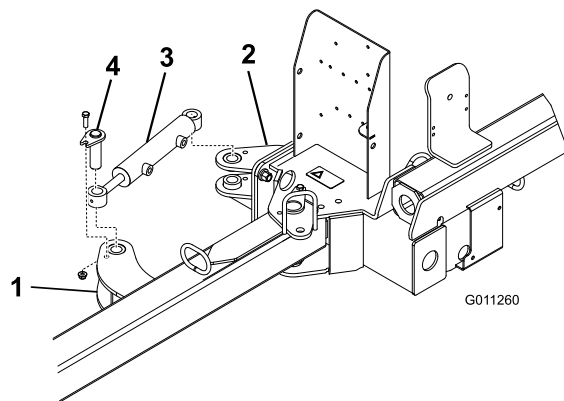

Figure 6
- Fixez chaque extrémité du vérin hydraulique à une patte de commande à l'aide d'une goupille, d'un boulon (3/8 x 1-1/4 po) et d'un écrou (3/8 po) (Figure 6).